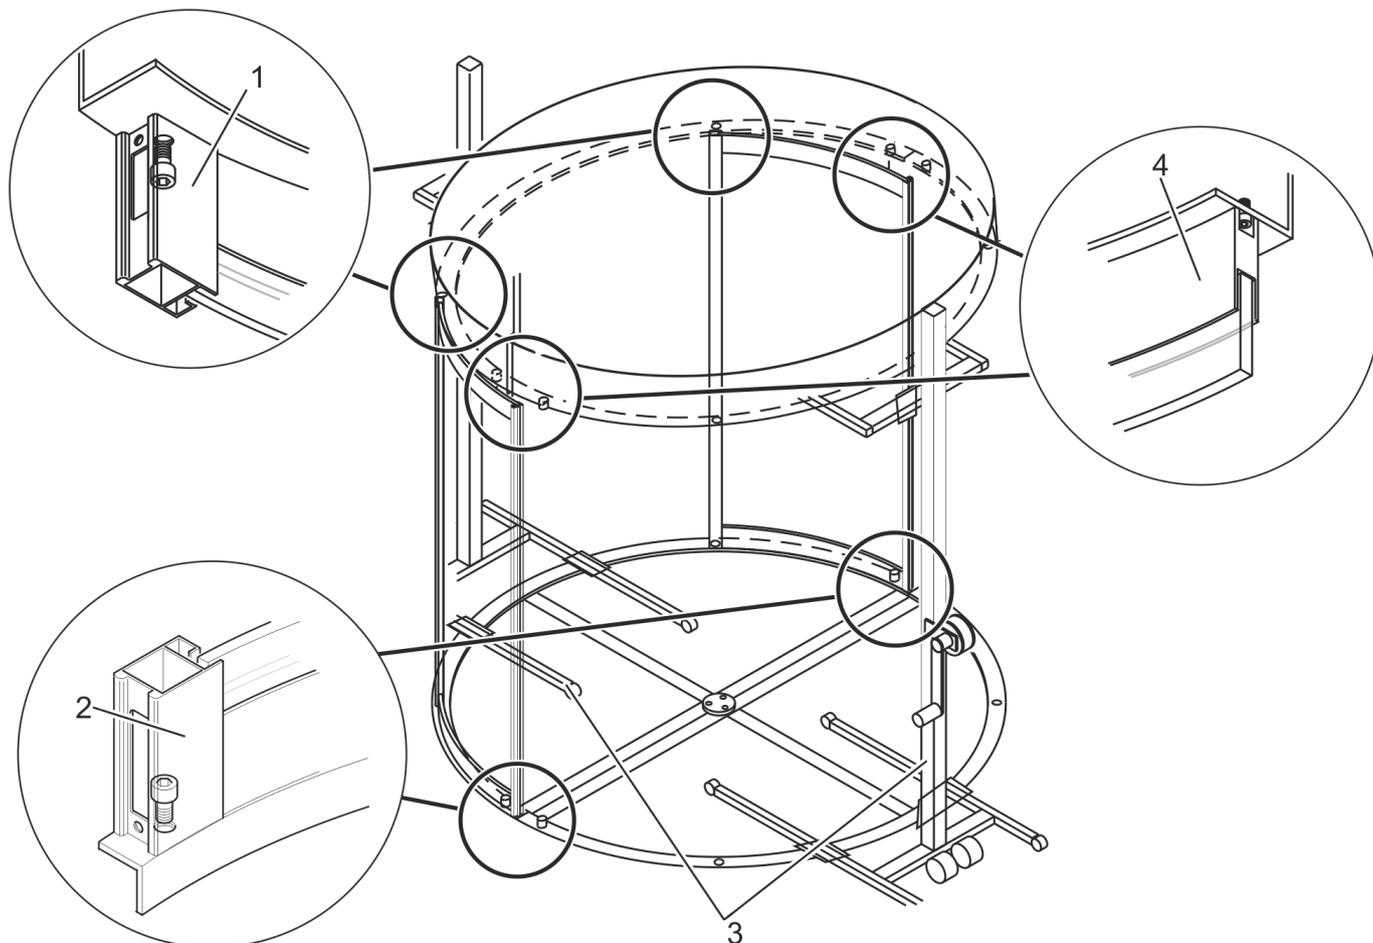

Рис. 38 Половины потолка на ограждении цилиндрической формы (пример)
Поднять вилы автопогрузчика (рис. 38/3) таким образом, чтобы первую половину потолка можно было установить на сегменты ограждения цилиндрической формы.
6. Установить поднятую половину потолка на ограждения цилиндрической формы и выровнять ее, как показано на рис. 38. С помощью внутреннего ночного экрана убедиться в том, что направляющая расположена с наружной стороны здания.
8. Убедиться в том, что половина потолка ровно расположена на ограждениях цилиндрической формы (рис. 38/4).
13. Поднять вилы автопогрузчика (рис. 38/3) таким образом, чтобы вторую половину потолка можно было установить на сегменты ограждения цилиндрической формы.
14. Установить поднятую половину потолка на ограждения цилиндрической формы и выровнять ее, как показано на рис. 38. С помощью внутреннего ночного экрана убедиться в том, что направляющая расположена с наружной стороны здания.
16. Убедиться в том, что половина потолка ровно расположена на ограждениях цилиндрической формы (рис. 38/4).
19. Убедиться в том, что половина потолка ровно установлена на ограждения цилиндрической формы (рис. 38/4).
26. Собрать конструкцию потолка вручную с ограждениями цилиндрической формы (рис. 38/1).
28. При обнаружении различий нужно слегка отвернуть крепления ограждения цилиндрической формы (рис. 38/2) и скорректировать зазоры.
31. Затянуть крепления ограждений цилиндрической формы на земле (рис. 38/2).
33. Затянуть крепления конструкции потолка на ограждениях цилиндрической формы (рис. 38/1).